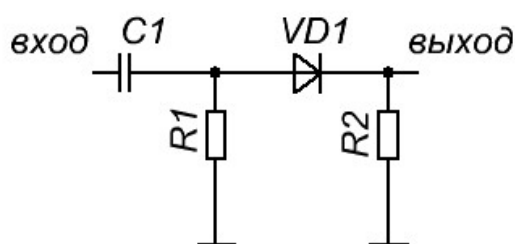

Рис. 7. Дифференцирующая цепь с выпрямителем
6. На схему рис.7 подайте напряжение прямоугольной формы частотой порядка 10 Гц, амплитудой 3- 4 вольта. Наблюдайте сигналы до и после диода. Объясните в чем смысл этой цепи? Зачем нужен резистор R2?